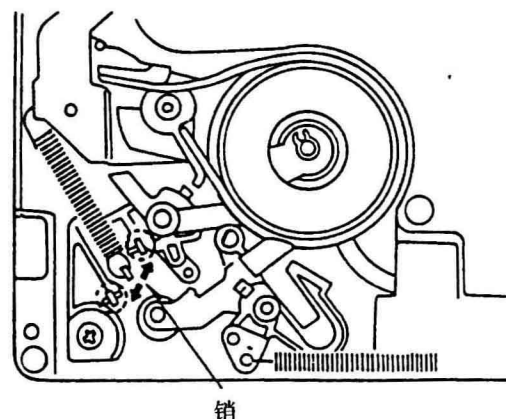

图37
②因为张力表非常灵敏,所以建议取三次读数;
③如果超过20~25 g技术规格,就改变弹簧槽口位置,如图37所示。